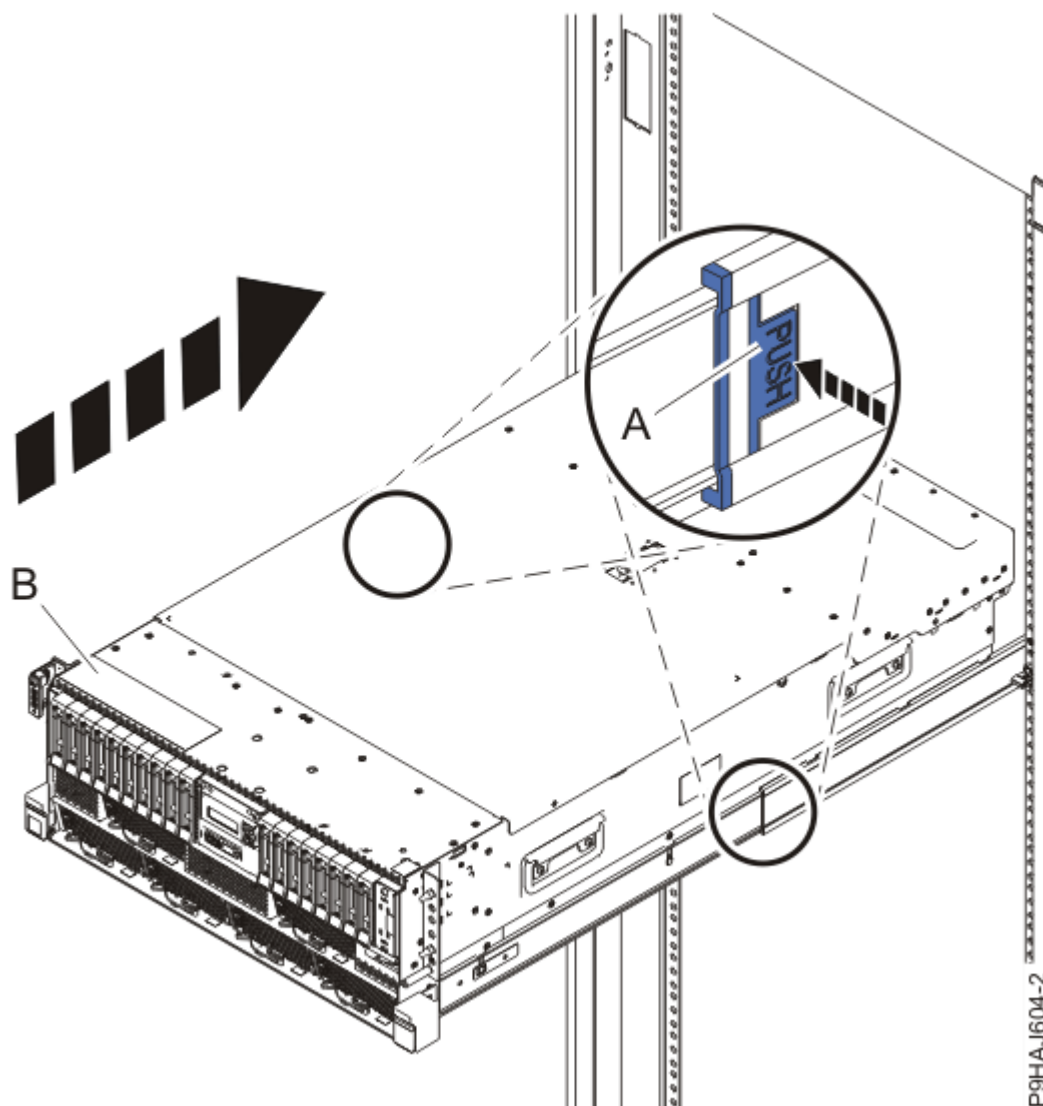

Figure 45. Mise en position de fonctionnement du système
3. Pour un système monté en armoire, déverrouillez les loquets de sécurité bleus **(A)** en les poussant vers l'intérieur, comme illustré dans la Figure 45, à la page 51.